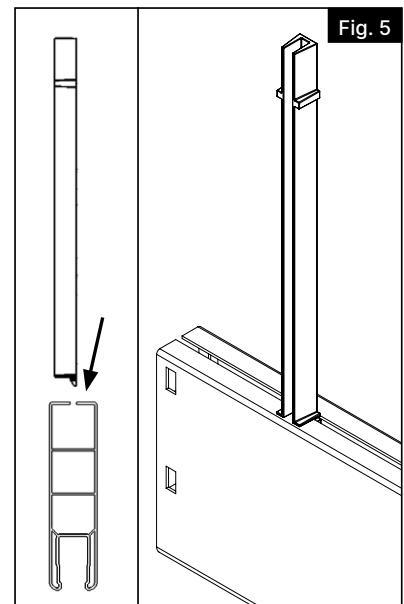

Fig. 5
- a. Gire el montante lateralmente e inserte el extremo de la flecha en la ranura del travesaño (Fig. 5).